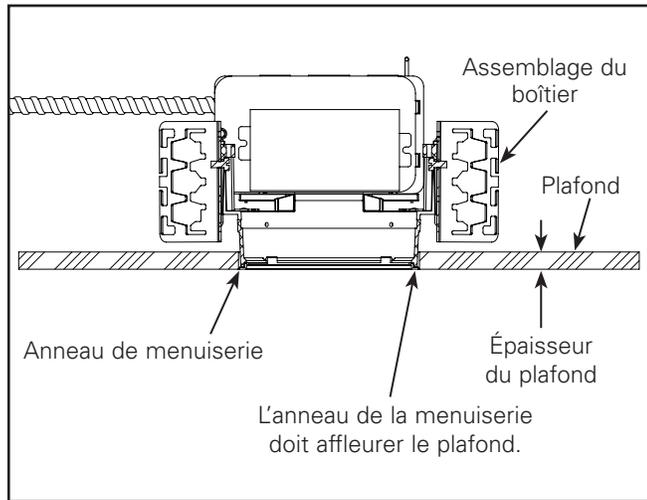

Figure 5
**\*IMPORTANT :** Assurez-vous que l'anneau de menuiserie affleure le plafond après l'installation du boîtier\*. Voir la Figure 5 pour référence.